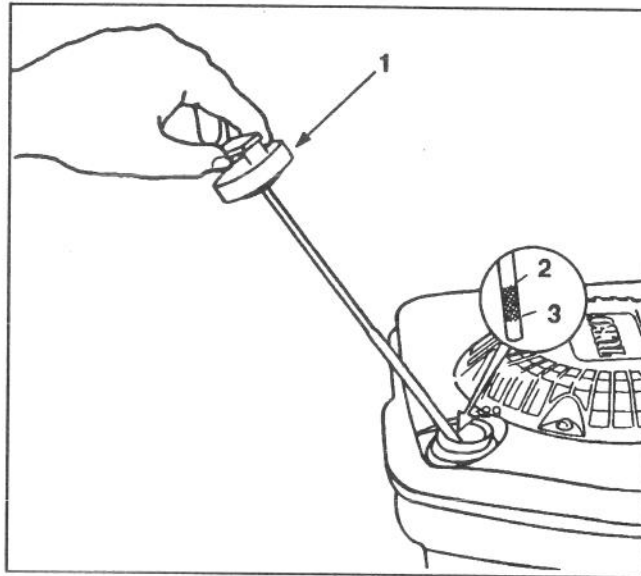

Abb. 4
Vor jedem Gebrauch sicherstellen, daß sich der Ölstand zwischen den Markierungen VOLL und NACHFÜLLEN auf dem Ölmeßstab befindet (Abb. 4). Öl nachfüllen, falls der Ölstand zu niedrig ist.
3. Den Ölmeßstab abwischen und in den Einfüllstutzen stecken. Die Verschlußkappe um eine Vierteldrehung im Uhrzeigersinn drehen. Den Meßstab wieder herausziehen und den Ölstand auf dem Ölmeßstab mit den Markierungen VOLL und NACHFÜLLEN prüfen (Abb. 4). Ist der Ölstand niedrig, den Ölstand nur bis zur VOLL-Markierung auffüllen. **NICHT ÜBER VOLL-MARKIERUNG AUFFÜLLEN, DENN DER MOTOR KÖNNTE BEIM STARTEN BESCHÄDIGT WERDEN; ÖL LANGSAM EINFÜLLEN.**
1. **ÖLSTAND PRÜFEN** – Ölstand, wie auf dem Ölmeßstab gezeigt, zwischen VOLL und NACHFÜLLEN halten (Abb. 4).